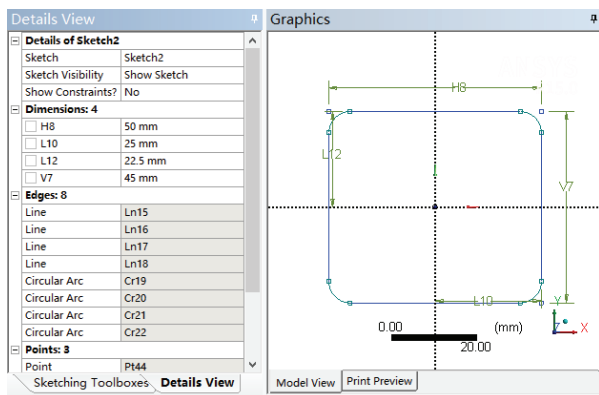

图 3-97 绘制 Sketch2
- 3) 类似于前文操作, 绘制得到的图形如图 3-97 所示。